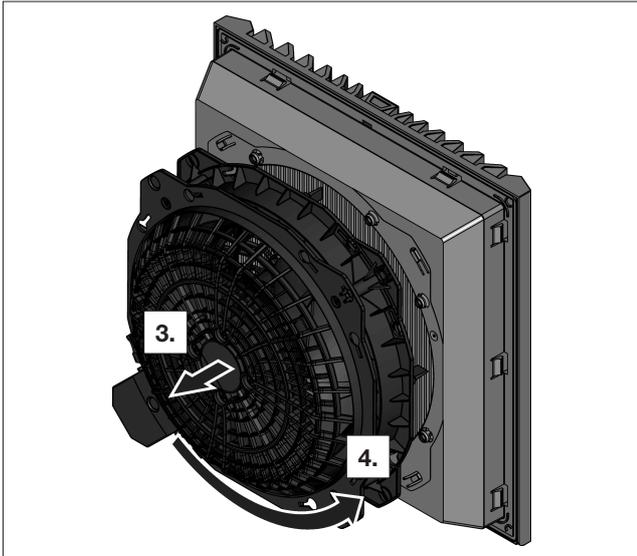

Fig. 11: Rotazione dell'alloggiamento del ventilatore
- Ruotare l'alloggiamento del ventilatore di 90°, 180° o 270° in modo che il collegamento elettrico sia nella posizione desiderata (vedere fig. 11).